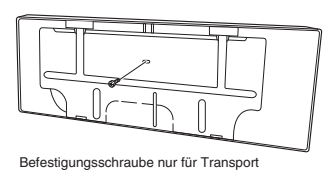

Abb. 3-31
- (1) Die Befestigungsschraube an der Rückwand entfernen und entsorgen. (Abb. 3-31)